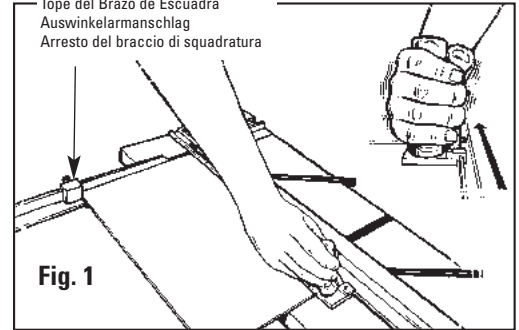

Fig. 1
4. Positionnez la tête de découpe à angle droit contre le rail de guidage au-delà du bout de la feuille à découper. Saisissez la poignée comme illustré sur le croquis et tirez la tête de découpe à angle droit vers vous. Maintenez une pression constante sur la tête de découpe à angle droit et le rail de guidage pendant que vous découpez. **Fig. 1**
4. Haken Sie den geraden Schneidekopf auf der Führungsschiene über das Ende des zuzuschneidenden Kartons hinaus ein. Halten Sie den Griff, wie in der Abbildung gezeigt wird, und ziehen Sie den Geraden Schneidekopf zu sich hin. Üben Sie konstanten Druck auf den Schneidekopf und die Führungsschiene aus, wenn Sie Ihren Schnitt vornehmen. **Abb. 1**
4. Enganche el Cabezal de Corte Recto sobre el Carril Guía más allá del extremo del tablero que se cortará. Agarre la manija según lo mostrado en el cuadro y tire del cabezal de corte recto hacia usted. Mantenga la presión constante hacia abajo sobre el Cabezal de Corte Recto y el Carril Guía conforme usted hace su corte. **Fig. 1**
4. Agganciare la testa per tagli dritti alla rotella di guida oltre l'estremità del pannello da tagliare. Afferrare l'impugnatura come illustrato nella figura e tirare verso di sé la testa per tagli dritti. Esercitare una costante pressione sulla testa per tagli dritti e sulla rotella di guida mentre si esegue il taglio. **Fig. 1**